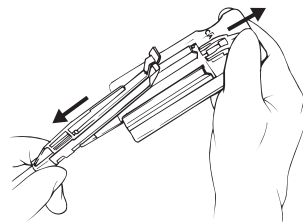

ABBILDUNG 14
- 10b. Schieben Sie die Bausatzklammer unmittelbar vor der Verwendung von den Klammernahtgerätgabeln. Entfernen Sie die Ladeeinheit des Klammernahtgeräts (siehe Abbildung 14).